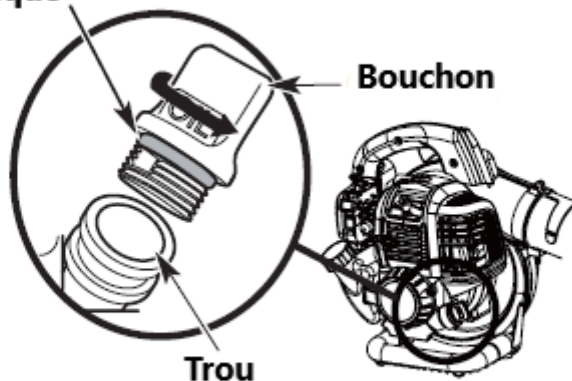

Fig. 8
- 2) Dévissez le bouchon de remplissage d'huile (Fig. 8)
3) Versez tout le bidon d'huile dans l'orifice de remplissage d'huile (Fig. 8)  **ATTENTION !** Ne pas trop remplir. Reportez-vous à Vérification du niveau d'huile. N'ajoutez jamais d'huile dans le réservoir de carburant. Cette unité a un moteur à quatre temps. **NE PAS** mélanger l'huile avec l'essence. Essayez l'huile éventuellement renversée. Assurez-vous que le joint torique est en place sur le bouchon de remplissage d'huile (Fig. 8).